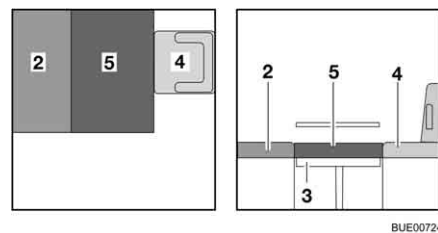

Fig. 76 Après la transformation
- Placer le coussin supplémentaire (Fig. 76,5) sur la table.
- Le cas échéant, repousser le siège conducteur (Fig. 76,4).